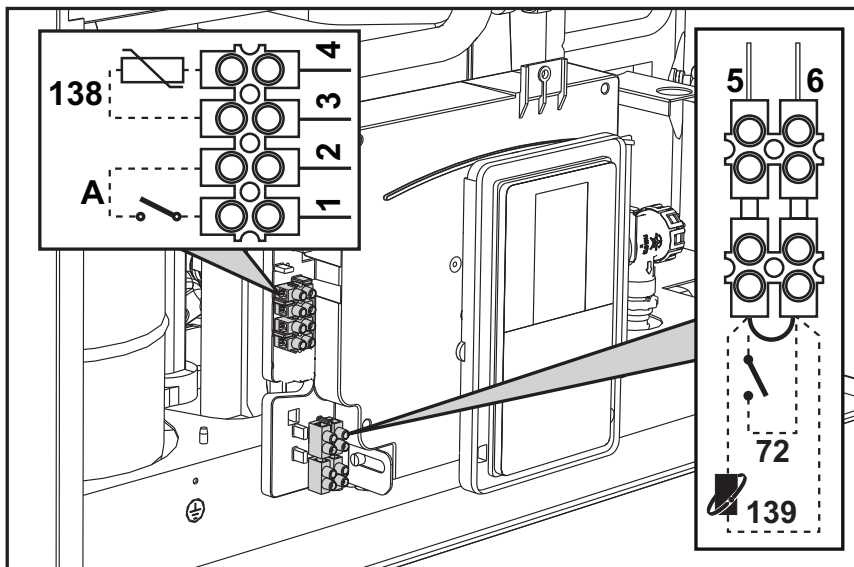

fig. 28
Después de quitar el panel frontal (*** 'Apertura del panel frontal' on page 96 ***) es posible acceder a las borneras (M) y al fusible (F) como se indica a continuación. **Los bornes indicados en la fig. 28 deben tener contactos secos (no 230 V)**. La posición de los bornes para las diferentes conexiones también se ilustra en el esquema eléctrico de la fig. 51.
Configuración del interruptor ON/OFF (A fig. 28)